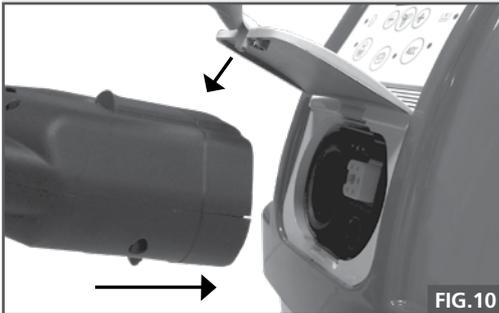

FIG. 9
- Para la función vapor: presionar la tecla "A", después de unos 7 minutos la luz indicadora "d" se encenderá y el aparato alcanzará la temperatura y la presión óptima de trabajo. El vapor se debe regular mediante el botón (fig.9) según la superficie a tratar.